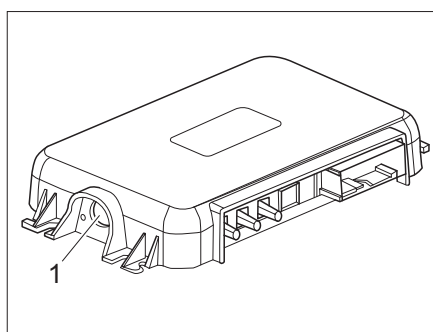

Fig. 299 Tecla de emparejamiento en el SCU
- Presionar la tecla de emparejamiento del SCU (Fig. 299,1).